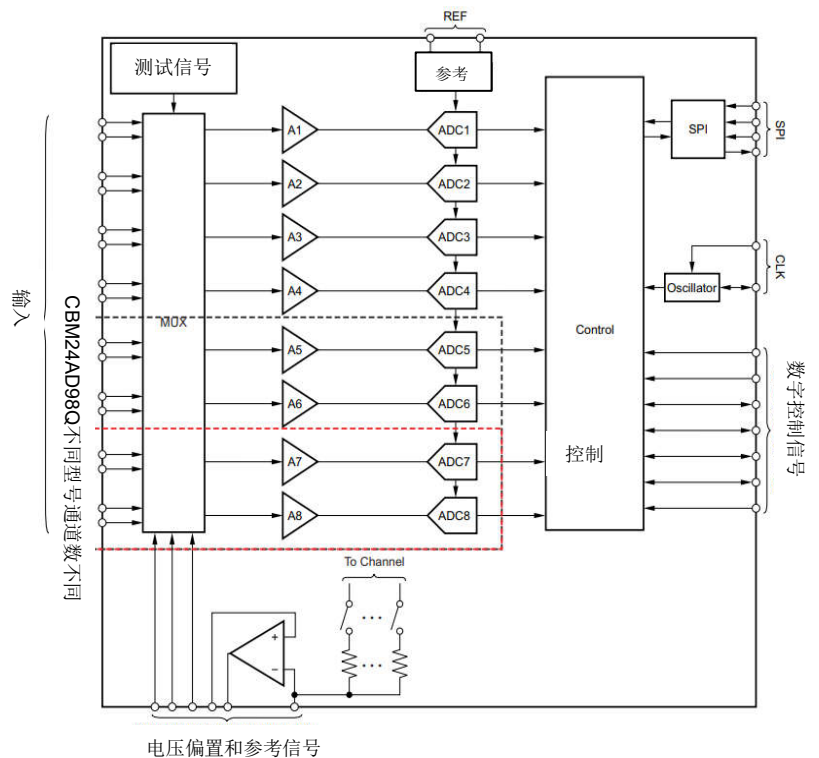

图1.1 芯片整体结构
- 多达8个低噪声PGA 和 8 个高分辨率同步采样 ADC（如图1.1）